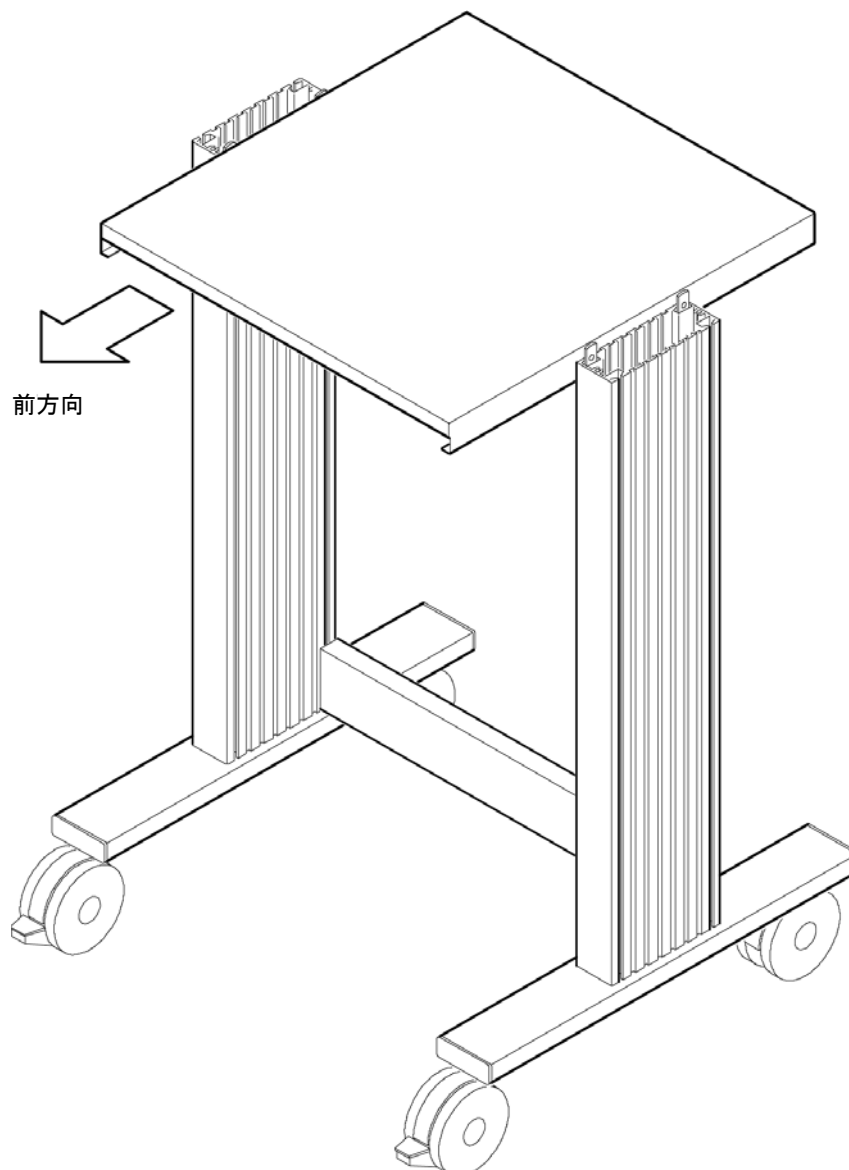

図 7: 棚板の位置決め
2. 図7に示すように、脚部アセンブリ間で、棚板を水平に位置決めします。棚板の端がオープンになっている方を台車の前方向に向けます。